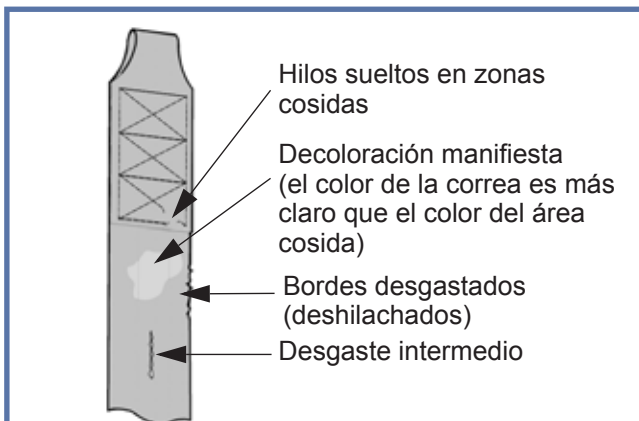

Fig. 53
- 2) Observe si muestra señales de desgaste o decoloración (véase Fig. 53).